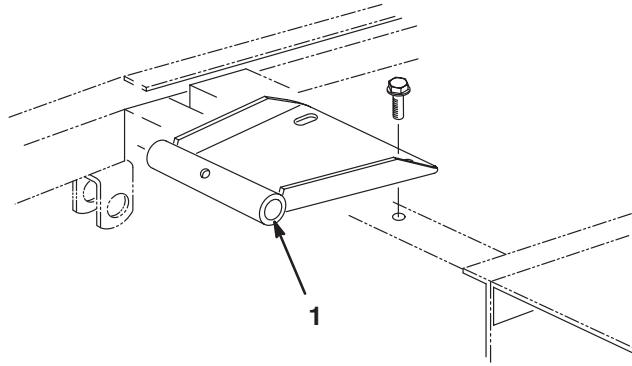

Bild 8
2. Montieren Sie die Schwenkhalterungen des Sitzes mit zwei Bundschrauben (liegen dem Sitz bei) am Rahmen (Bild 8)
- Montieren Sie die Schwenkhalterung des Sitzes mit zwei Bundschrauben (liegen dem Sitz bei) (Bild 8)